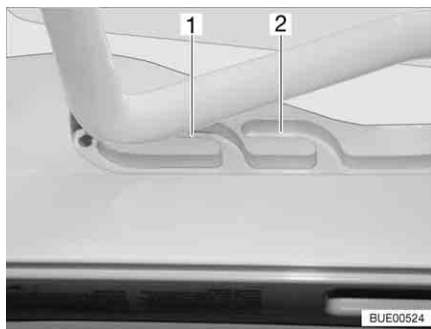
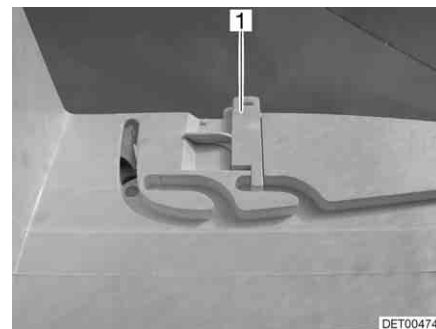

Fig. 44 Oblò Heki in posizione di ricircolo d'aria
Fig. 45 Bloccaggio della posizione di ricircolo d'aria
È possibile portare l'oblò Heki in due posizioni di ricircolo d'aria: Posizione brutto tempo (Fig. 44,1) e posizione centrale (Fig. 44,2). A seconda del modello è possibile bloccare l'oblò nella posizione centrale con il chiavistello (Fig. 45,1).
- Premere la staffa leggermente verso l'alto, spingerla nella guida selezionata (Fig. 44,1 o 2) ed eventualmente bloccarla.